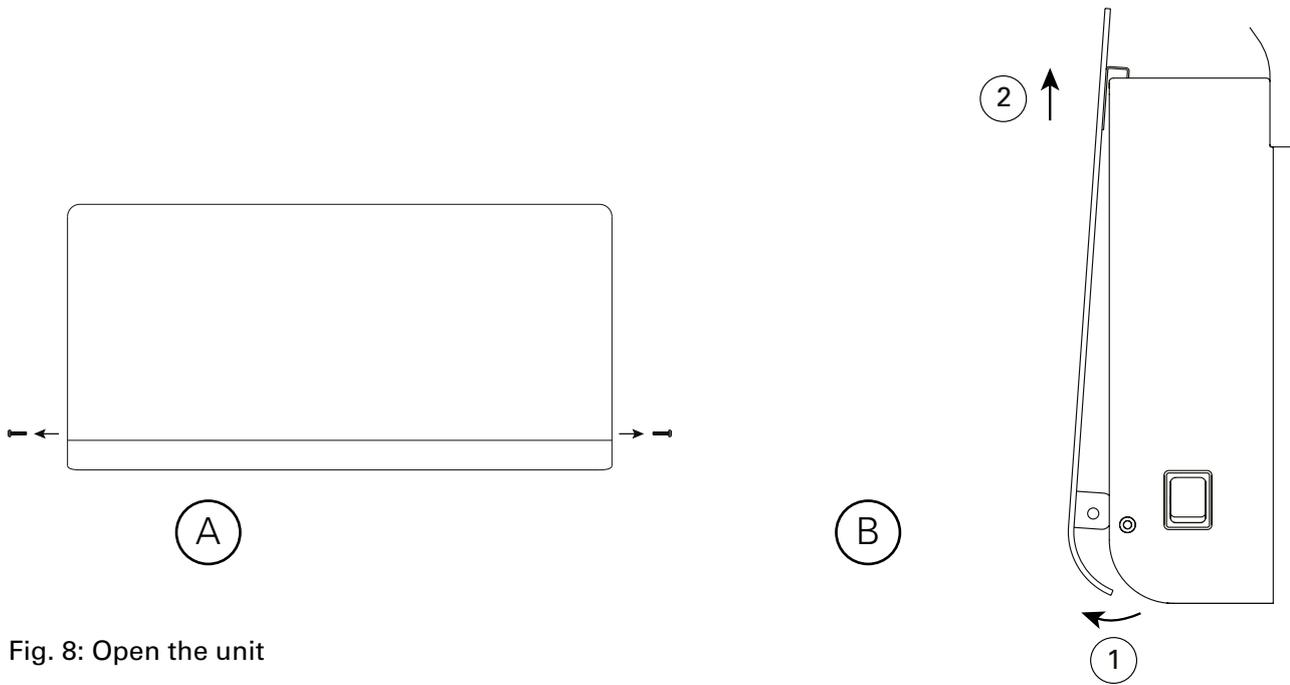

Fig. 8: Open the unit
2. Die Front öffnen, indem die Schrauben (2x) von den Kunststoffenden gelöst werden. Die Frontseite an der Unterkante nach vorn ziehen und dann nach oben schieben (Abb. 8).